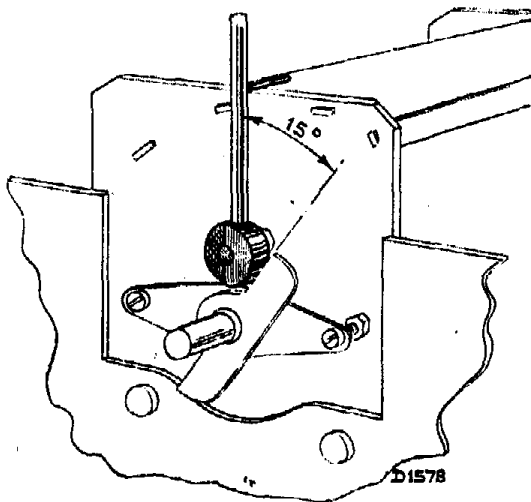

Fig. 6
2. Placer un calibre de 15° (fig. 6).